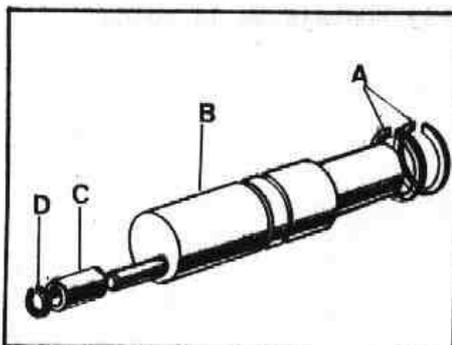

Fig. H-68 Eje excéntrico
1.6. Con los alicates de punta, sacar los anillos elásticos, A, de sus alojamientos, en el eje excéntrico, B (Fig. H-68).
- 3.2. Montar en el eje excéntrico sus componentes (Fig. H-68).